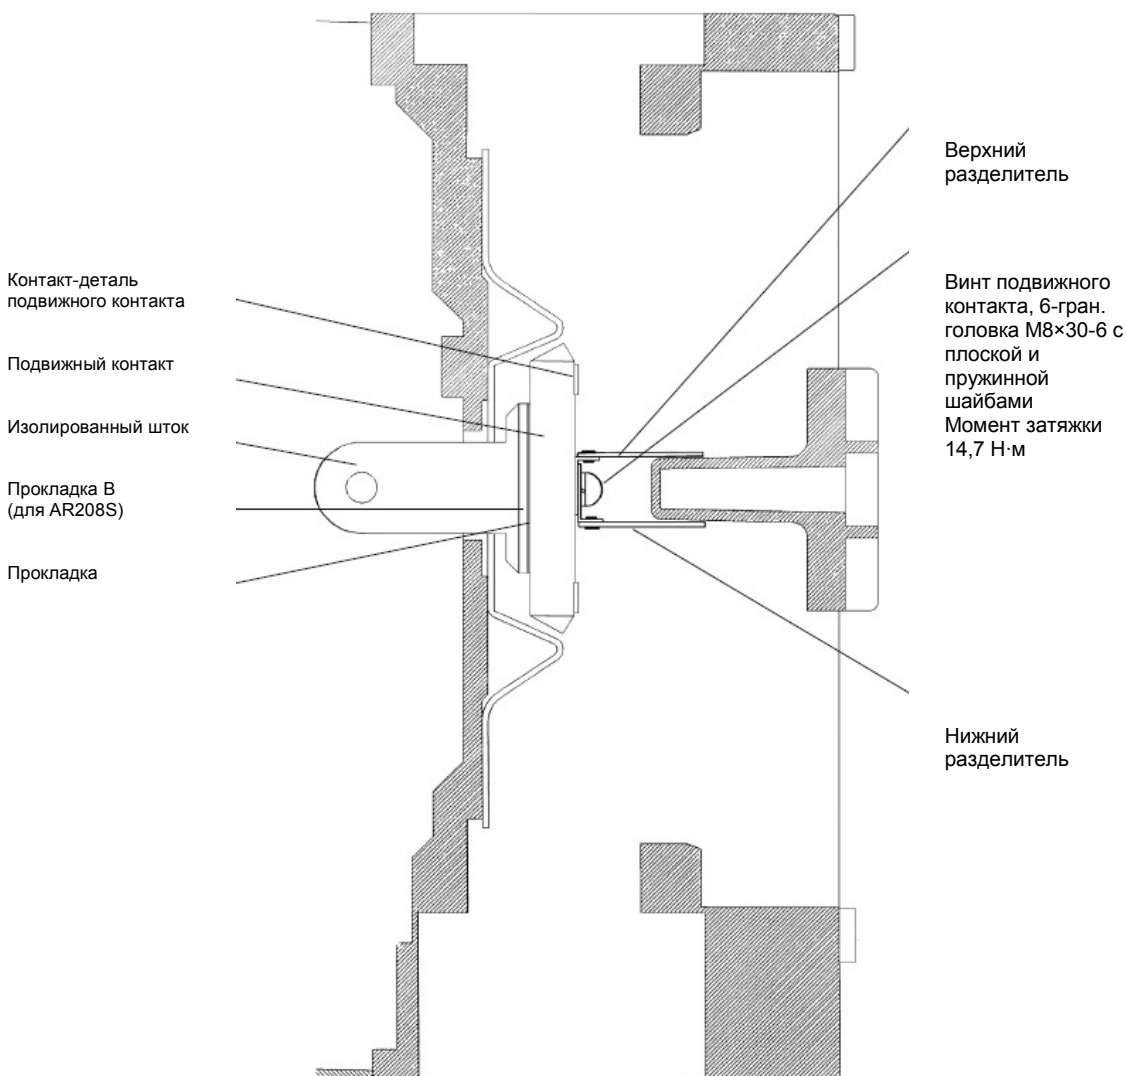

Рисунок 49. Общий вид расположения подвижного контакта
5) Установите каждую деталь или компонент на свое место в обратном порядке после осмотра. Что касается деталей, относящихся к подвижному контакту, установите изолированный рабочий штырь, изоляционную пластину, прокладку, подвижный контакт, верхний разделитель, нижний разделитель, плоскую шайбу, пружинную шайбу и монтажный винт подвижного контакта в указанном порядке. Смотри рисунок 49.
5) Установите вновь каждую деталь или компонент на прежние места в обратном порядке после осмотра. Относительно деталей, смонтированных с подвижным контактом, установите их в таком порядке: изолированный рабочий шток, изоляционную пластину, прокладку, подвижный контакт, верхний разделитель, нижний разделитель, плоскую шайбу, предохранительную шайбу и монтажные винты подвижного контакта. См. рисунок 49.